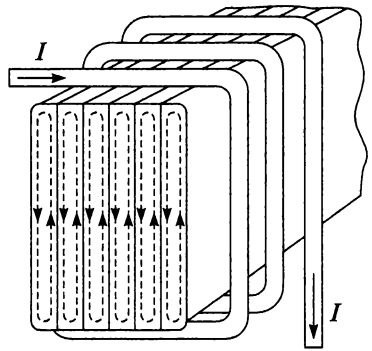

Рис. 5.10
1) стальные сердечники разделяют на отдельные изолированные друг от друга слои вдоль линий магнитного потока (рис. 5.10). Такое разделение на слои называется *шихтованием* сердечника. Для изготовления сердечника используют тонкие изолированные лаком листы стали толщиной 0,35—0,5 мм, малое сечение которых создает боль-